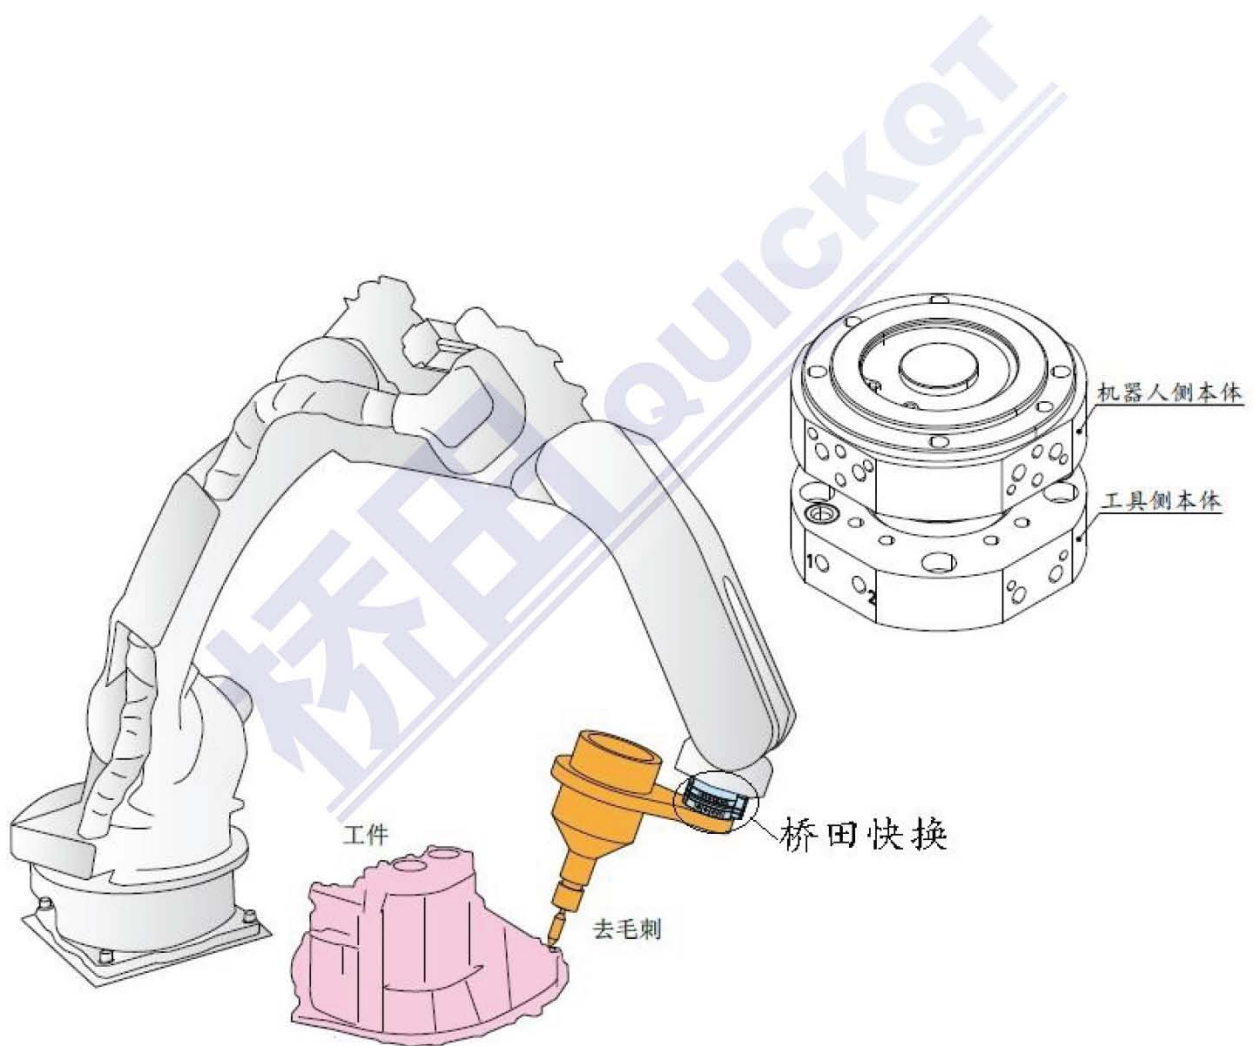

图1
- 桥田快换由两部分组成（图1）：机器人侧本体（主盘）以及工具侧本体（工具盘），通过连接板可实现和所有的机器人及使用工具连接装配。